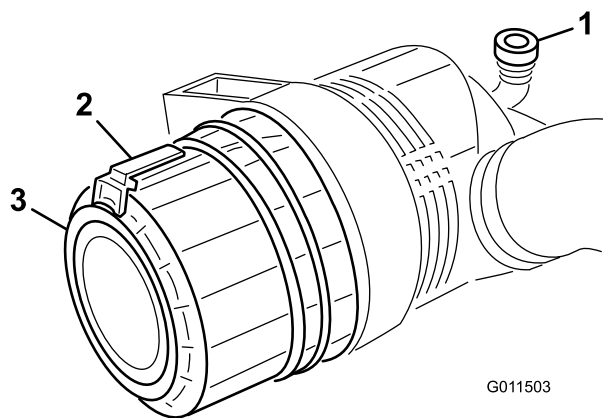

Bild 55
1. Ziehen Sie den Riegel nach außen und drehen Sie die Luftfilterabdeckung nach links (Bild 55).